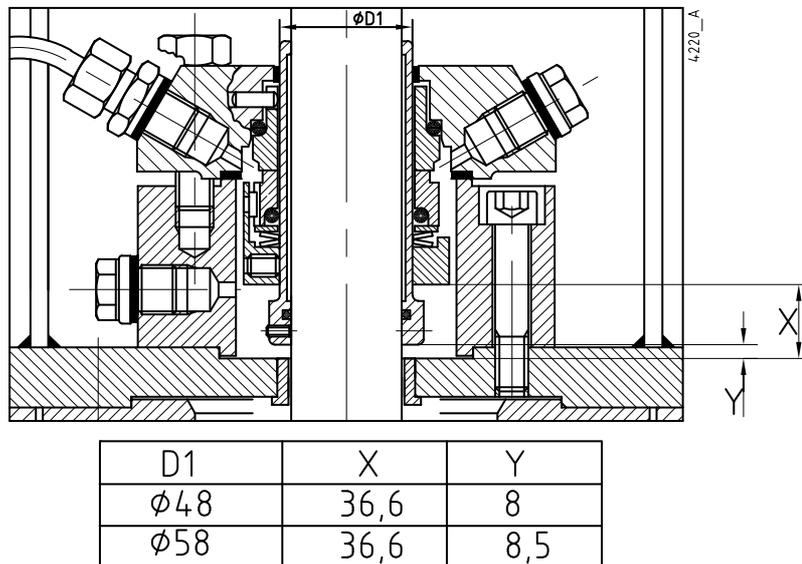

Рисунок 13. Установка механического уплотнения M2
- 2 Вставьте кольцевое уплотнение (2320) во втулку вала (2310) и установите ее буртиком вниз. Расстояние между втулкой вала и проставочным фланцем должно соответствовать размеру Y, см. рисунок 13. Закрепите втулку вала с помощью стопорных винтов (2330).
- 4 Расстояние между буртиком втулки вала и вращающейся частью механического уплотнения должна соответствовать размеру X, см. рисунок 13. После этого зафиксируйте вращающуюся часть механического уплотнения с помощью стопорного винта.